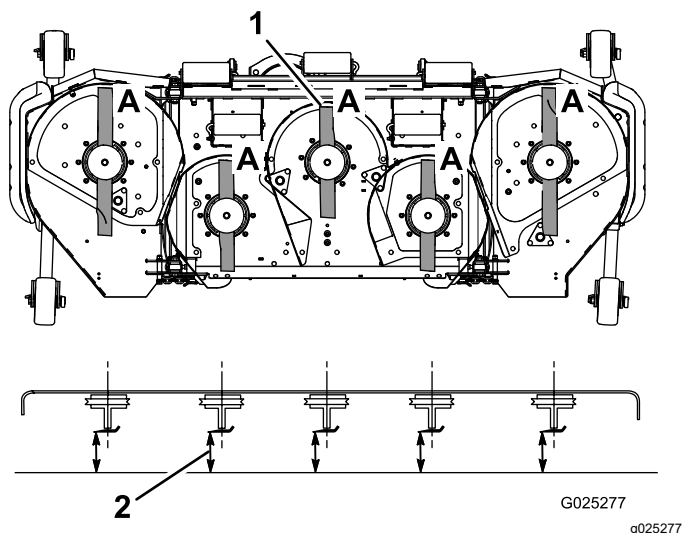

Рисунок 29
- Поверните ножи так, чтобы их концы были направлены вперед и назад (Рисунок 29).
4. Измерьте расстояние от горизонтальной поверхности до режущей кромки ножей в положении А, (Рисунок 29). Запишите результат измерения.